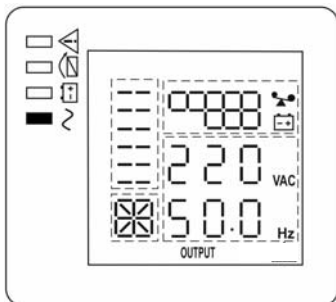

Рисунок 9 — Состояние ЖК-дисплея и индикаторов в режиме «ОСНОВНОЙ»
- Включите изделие комбинацией кнопок  +  (см. п.1 таблицы 2). Изделие выполнит автоматическое самотестирование, определит качество входного сетевого напряжения и уровень нагрузки. Процесс самотестирования сопровождается последовательным включением/выключением всех индикаторов. После самотестирования изделие перейдет в режим «ОСНОВНОЙ» и продолжит заряд АКБ. Индикатор «БАЙПАС» погаснет, а индикатор «ИНВЕРТОР» включится (см. рисунок 9).
- Включите нагрузки. Если нагрузок много, необходимо включать их последовательно, одну за другой, на ЖК—дисплее отобразится уровень нагрузки (см. рисунок 9).
Вновь подать сетевое напряжение. Изделие должно автоматически перейти в режим «ОСНОВНОЙ» (см. рисунок 9), либо в режим «ЭКО», если параметр ECO включён (см. Приложение 2, описание настройки параметров изделия).